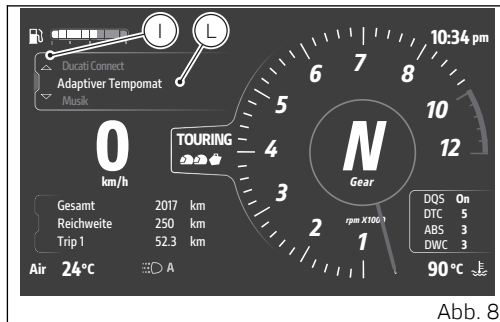

Abb. 8
- Das Interactive Menu (I, Abb. 8) aufrufen. Dazu den Joystick länger anhaltend in die Position ▲ drücken.
- Mit dem Joystick ▲ ▼ die Angabe „Adaptiver Tempomat“ (L, Abb. 8) markieren, dann auf ENTER drücken.